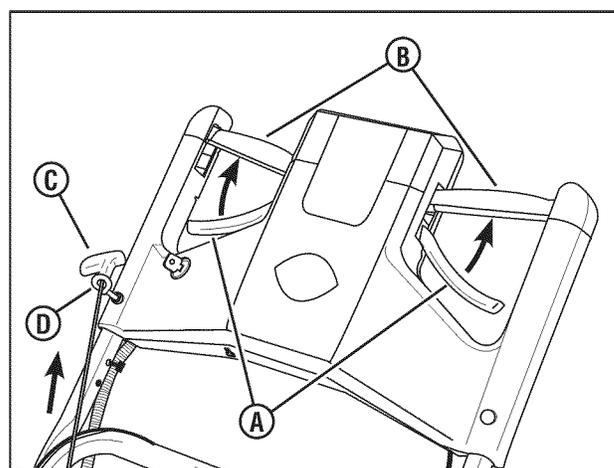

Figura 3: Manilla de la cuerda del motor de arranque
1. Apriete el control de la cuchilla (A, Figura 3) contra el control de transmisión (B).